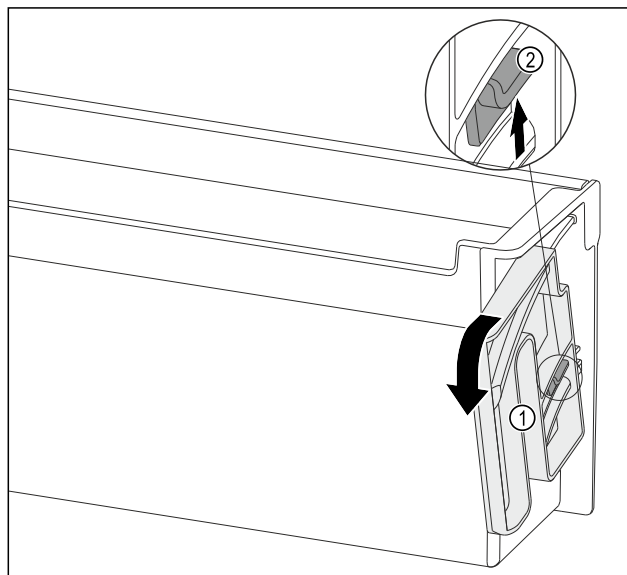

Fig. 94
- Завъртете завъртащото устройство Fig. 94 (1) в показаната посока докрай.
- Натиснете езичето Fig. 94 (2) нагоре и свалете завъртащото устройство Fig. 94 (1).